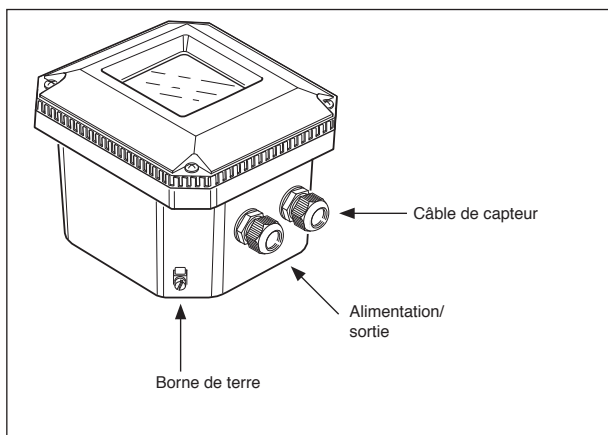

Figure 3-5. Presse-étoupe utilisés pour le câblage
Les connexions de l'alimentation, de la sortie et du capteur doivent être conformes à la figure 3-5.
4. raccorder l'entrée du capteur, utiliser pour cela le presse-étoupe de droite (voir fig. 3-5). Mettre l'appareil sous tension. Mettre l'appareil en route comme souhaité ou utiliser les réglages par défaut.